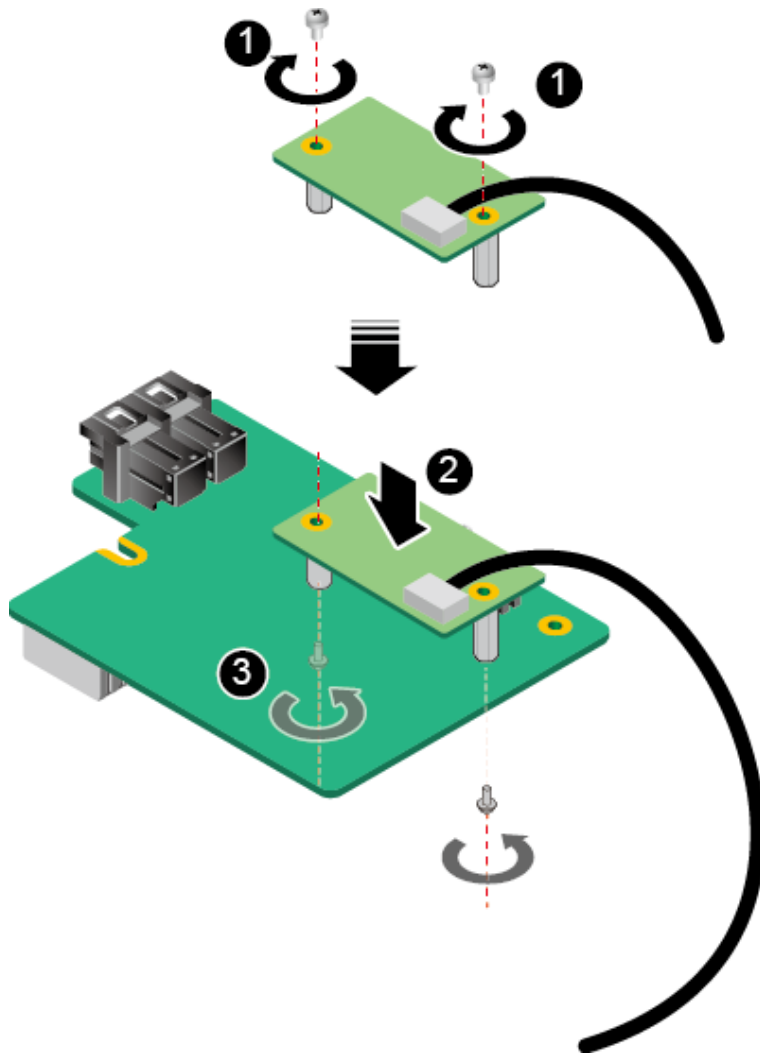

图 5-16 安装 TFM 卡
13. 将超级电容扣卡（trans flash module card, TFM 卡）沿竖直方向插入 RAID 控制卡，如图 5-16 中①、②所示。
14. 拧紧固定 TFM 卡的螺丝钉，如图 5-16 中③所示。